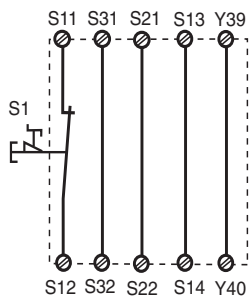

Fig. 2: Circuito de entrada monocal, arranque automático / Circuito di entrata ad un canale, Start automatico / Eénkanalig ingangscircuit, automatische start
- Figs. 2 y 7: **sin** conexasión S33-S34
- Fig. 2 e 7: **nessun** collegamento S33-S34
In afb. 2 ... afb. 11 zijn aansluitvoorbeelden voor Noodstop-bedrading met automatische en bewaakte start, heksturingen en contactvermeerdering door externe relais.
- Fig. 2 en 7: **geen** verbinding S33-S34